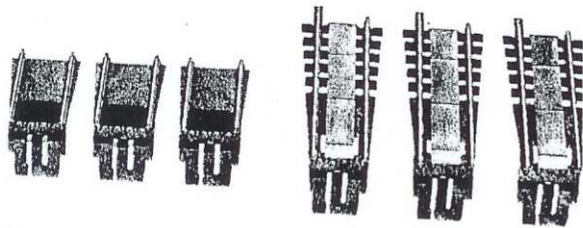

Fig. 6
**Extensions:** With a supplementary kit it is possible, to add further three rail connections to the turntable. For the middle conductor AC systems, the supplementary kit 6653 is used, whereas the kit 6654 is provided for the two-wire DC systems (Fig. 6). The turntable should be placed away from the area of the installed parts. The cover plates are now pulled up by pushing back the spring switch-tongues (Fig. 7), and stuck in the approach track. Every approach track is to be set up opposite a blind section or another approach track.
**Agrandissements:** Chaque set complémentaire permet d'augmenter de 3 unités le nombre de voies de sortie de la plaque tournante. Pour le système à 3 rails courant alternatif il faut utiliser le set complémentaire 6653, tandis que pour le système à 2 rails courant continu il faudra utiliser le set complémentaire 6654 (fig. 6). Il faut d'abord orienter le pont tournant vers des secteurs autres que ceux qu'on veut modifier. On soulève ensuite les secteurs modifier en appuyant sur les lamelles de fixation (fig. 7); puis on les remplace par des rails d'accès. Il faut veiller à ce que, en face de chacun de ceux-ci se trouve soit un autre rail d'accès, soit une butée d'arrêt.
Voor het tweerail-gelijkstroomstelsel moet men de uitbreidingsset 6654 gebruiken (Fig. 6).
För mittelledar-växelströmsystemet används kompletteringsset 6653, för 2-ledar-likströmsystemet kompletteringsset 6654 (fig. 6).